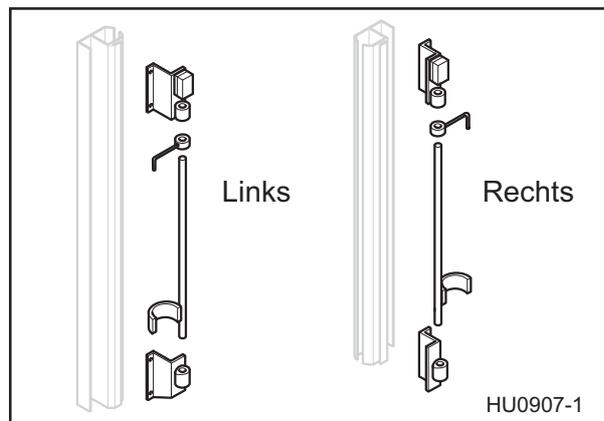

Abb. 18
Eines der beiden zusammengebauten Sturmsicherungselemente in das offene „U“ der senkrechten Führungsschiene (5) einlegen. Dabei soll sich der Sperrbügel (a) in geschlossener Stellung max. 1 cm oberhalb des Steges vom Gleiter befinden (Abb. 18).